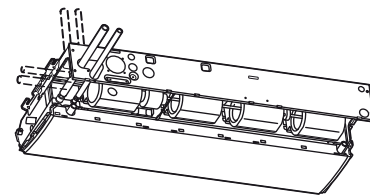

Fig. 3-19
- As posições das ligações da tubagem de refrigerante são mostradas na figura abaixo. (A tubagem pode ser encaminhada em 3 direcções.) (Fig. 3-19)
- \* Se o tubo de drenagem for encaminhado atrav s do lado esquerdo, refira-se   Fig. 3-19 e siga o procedimento acima para instalar o tubo. Recoloque o obturador de borracha, retirado antes, no lado direito. O obturador de borracha pode ser colocado facilmente utilizando uma chave de fendas ou outra ferramenta similar para premir o obturador na abertura de drenagem na unidade principal. Carregue no obturador na abertura de drenagem da unidade principal at  onde v .